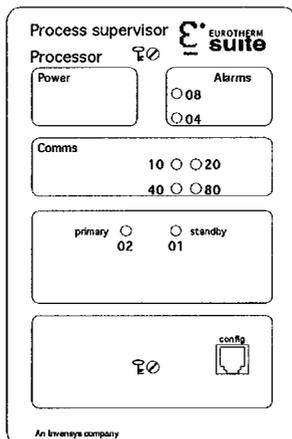

Figure 6.4 Les LED du BIOS et leurs valeurs de code
A la mise en route, le système d'entrée/sortie de base (BIOS) est lancé et vérifie que l'unité centrale (UC)\* fonctionne correctement. Ce stade de la mise sous tension est caractérisé par l'allumage intermittent des "LED du BIOS", voir figure 6.4 ci-dessous. Si l'UC n'est pas complètement initialisée, la combinaison finale de ces LED peut être utilisée par les ingénieurs de maintenance, mais ne peut être interprétée par l'utilisateur.